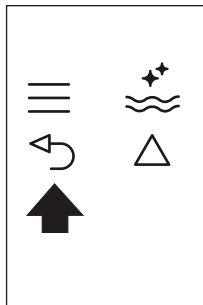

Fig. 25
- ▶ Premere due volte l'icona ↵ (B6) (Fig. 25) per uscire dal menù.